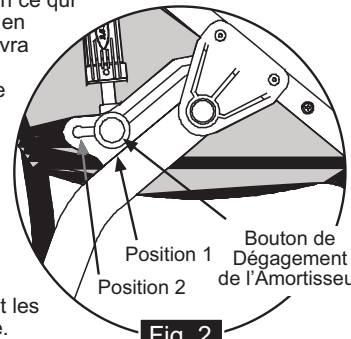
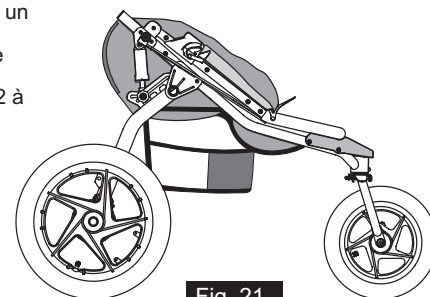
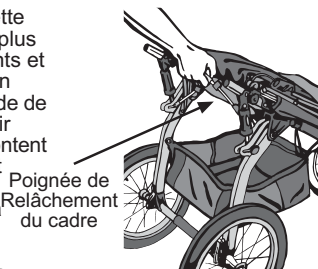

Fig. 2
Fig. 21
Fig. 22
- 2 **LE BRAS OSCILLANT:** Faites tourner le bras oscillant de l'avant de la poussette jusqu'à ce que les amortisseurs se mettent en première position (Fig. 2). Les goupilles d'arrêt des amortisseurs se verrouilleront en faisant un bruit de 'déclat' en position 1.
12. LES AMORTISSEURS: Le système de suspension comprend deux positions d'amortisseurs de chocs. Ceci permet à des enfants de poids différents de bénéficier du même niveau de confort. Les deux positions sont illustrées en Fig. 2. La position 1 est prévue pour des occupants dont le poids ne dépasse pas 18 Kg, tandis que la position 2 est prévue pour des occupants pesant entre 18 et 32 kg au total. La poussette possède un dispositif de support d'amortisseur en métal avec rails coulissants et goupille à ressort d'amortisseur. Ce dispositif se met automatiquement en position lorsqu'il est aligné avec l'une ou l'autre des positions d'amortisseurs. Le réglage de la position des amortisseurs devra être fait avant que la poussette ne soit chargée. Les amortisseurs se mettent en position 1 lors du dépliage de la poussette. Pour sélectionner une position d'amortisseurs plus durs, faites passer l'amortisseur de la position 1 en position 2 en appuyant sur le bouton de relâchement de l'amortisseur d'une main (Fig. 2), et en soulevant légèrement et en tirant l'amortisseur vers l'arrière de l'autre main. Lorsque la goupille de l'amortisseur est correctement alignée en position 2, la goupille se mettra en place automatiquement en faisant un bruit de 'déclat'. Répétez l'opération pour le deuxième amortisseur. Pour ramener l'amortisseur de la position 2 à la position 1, effectuez le processus décrit ci-dessus mais en sens inverse.
13. LE PLIAGE: Sortez les enfants de la poussette. Videz le contenu du filet situé en dessous de la poussette. Les amortisseurs doivent être en position 1 (Fig. 2) avant de plier la poussette. Appuyez sur les leviers de gauche et de droite de repliement du guidon (Fig. 3) et pliez le guidon vers l'avant tel que cela est illustré dans la Fig. 21. Trouvez la poignée de relâchement du cadre qui se trouve sous le siège (Fig. 22) et tirez d'un coup sec vers le haut. Cela permettra au cadre inférieur de se plier ensemble, tel que cela